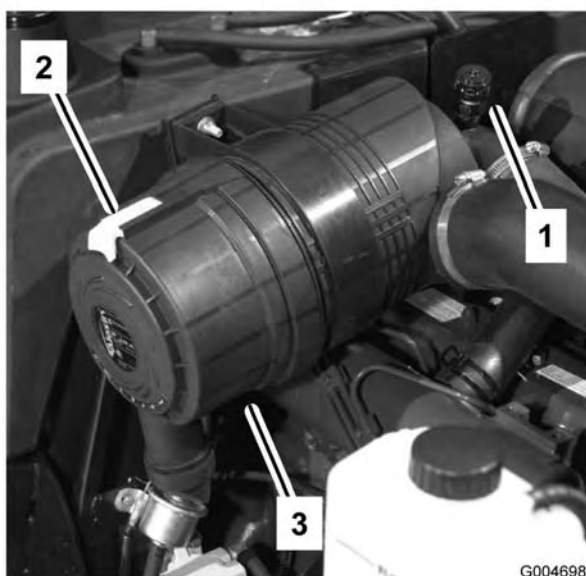

Figura 46
1. Tirate il fermo verso l'esterno e ruotate il coperchio del filtro in senso antiorario (Figura 46).
7. Montate il coperchio con la valvola di uscita in gomma (Figura 46) disposta in giù, in una posizione tra le ore 5 e le ore 7 vista dall'estremità. Fissate il fermo.